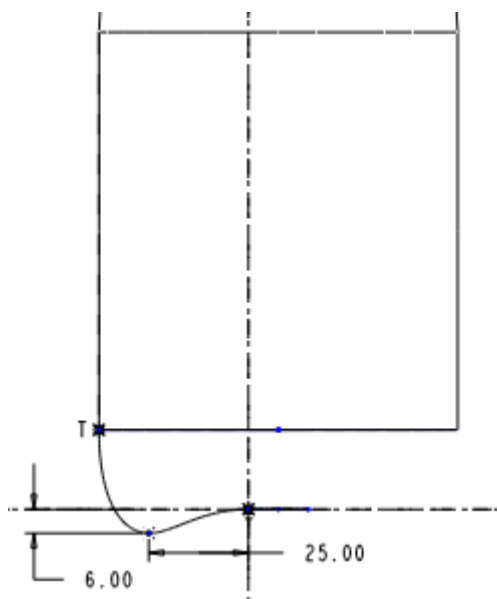

图 65-11
(3) 单击  按钮，进入草绘环境，使用样条线工具和几何约束中的“使两图元相切”工具绘制如图 65-11 所示的扫描截面。